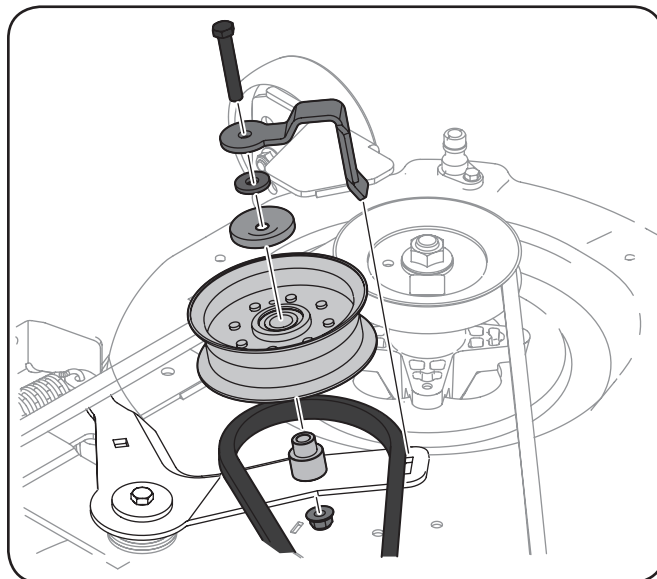

Figure 7-8
3. Desserrez et retirez la quincaillerie qui fixe la poulie de tension gauche, le garde-courroie, la rondelle et les entretoises au support de la poulie. Voir Figure 7-8.
6. Acheminez ensuite la courroie autour de la poulie de tension gauche et la poulie de tension droite. Assurez-vous d'installer les entretoises, la rondelle et le garde-courroie comme illustré sur la Figure 7-8.